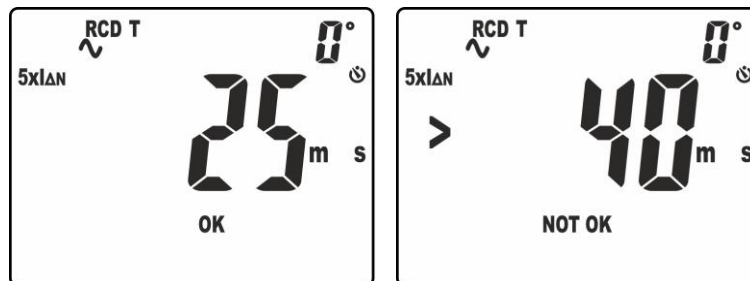

Fig. 36: Tempo di intervento in modo manuale a $5 \times I_{\Delta n}$
10. Il risultato della misura corretto è mostrato a display (vedere Fig. 36 – parte sinistra) con indicazione “OK”
11. Il risultato della misura incorretto (**tempo di intervento > 40ms**) è mostrato a display (vedere Fig. 36 – parte destra) con indicazione “NOT OK”. Un breve suono continuo è emesso dallo strumento
10. Il risultato della misura corretto è mostrato a display (vedere Fig. 36 – parte sinistra) con indicazione “OK”. Notare la presenza del tempo di intervento nella parte alta destra del display
11. Il risultato della misura incorretto è mostrato a display (vedere Fig. 36 – parte destra) con indicazione “NOT OK” (**corrente di intervento > 33mA**). Un breve suono continuo è emesso dallo strumento